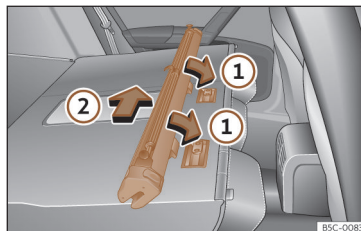

Fig. 183 Montar la red de separación en los respaldos del asiento trasero.
- Coloque la carcasa de la red en los rebajes de los carriles de sujeción en el sentido de las flechas >>> **fig. 183 ①**.
- Empuje la carcasa hacia el lado izquierdo del vehículo en el sentido de la flecha >>> **fig. 183 ②** y hasta el tope.
- Tire de la carcasa de la red aproximadamente 5 cm en el sentido contrario de la flecha >>> **fig. 183** ②.
- Extraiga la carcasa de los carriles de sujeción tirando en el sentido contrario al de las flechas >>> **fig. 183** ①.